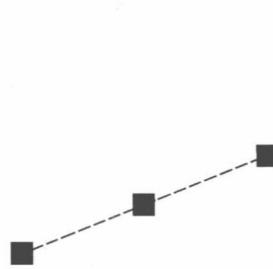

图 1-13
- ③ 编辑图线：用鼠标单击刚绘制的直线，如图 1-13 所示，按鼠标右键，在弹出的菜单中选择（点击）【删除】，则刚绘制的图形被删掉。